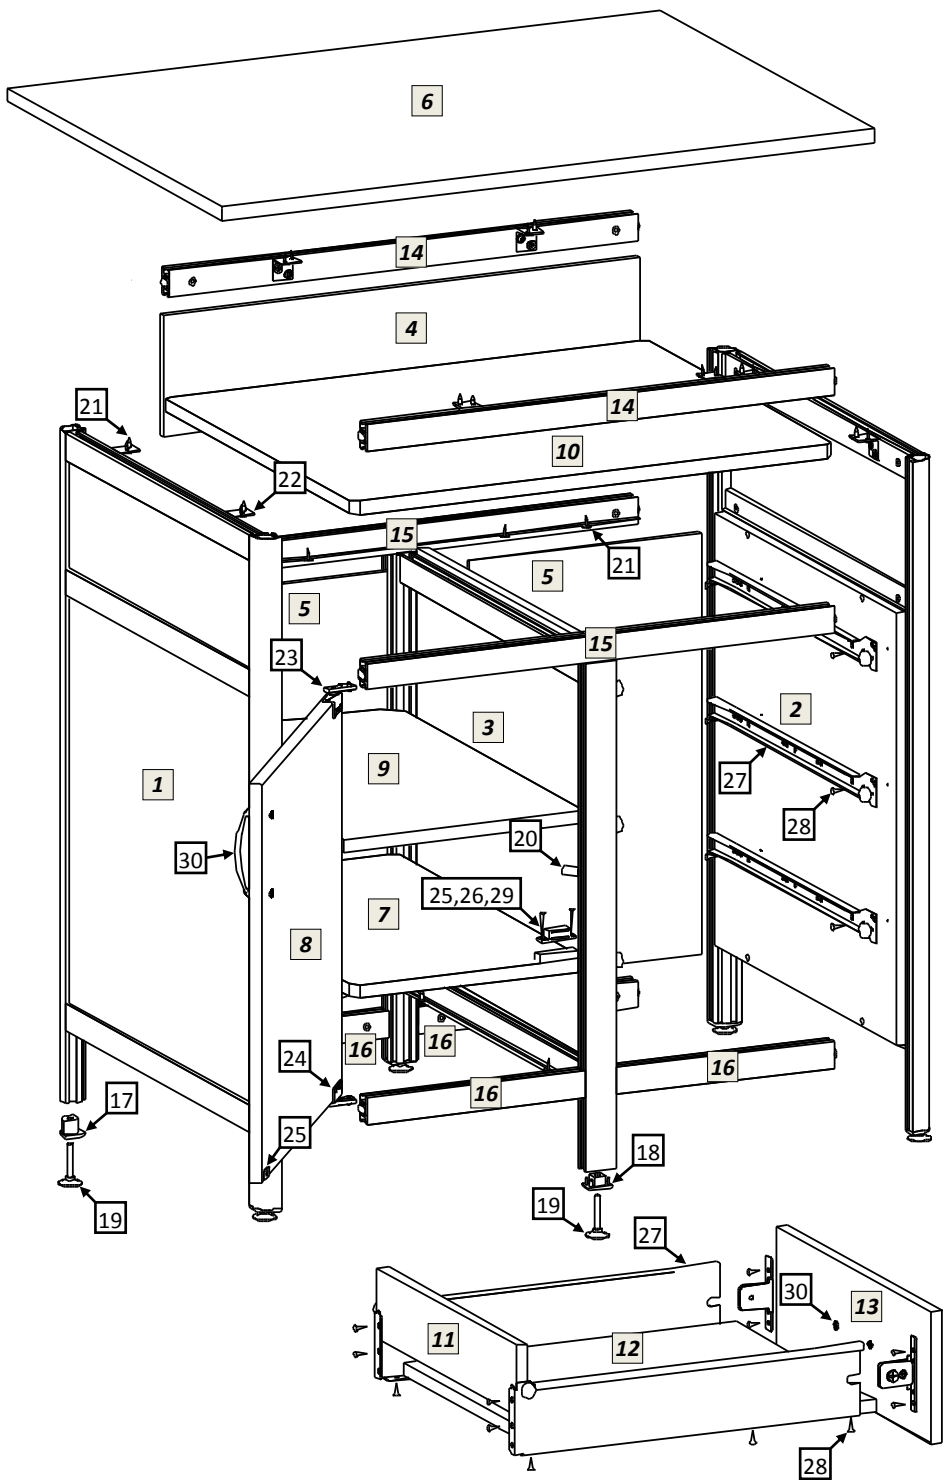

рис.1
- 5.1 Распаковав изделие, внимательно ознакомьтесь со схемой сборки, изображённой на рис.1. Согласно позициям на схеме и комплектовочной ведомости определите расположение деталей в изделии и порядок их сборки. Сборка производится на ровном полу, укрытом материалом, предотвращающим повреждение покрытия пола и деталей мебели. Подготовьте необходимые для сборки инструменты – плоскую и крестовую отвёртки, молоток, рулетку или линейку, гаечный ключ 12мм для регулировки опор, шуруповёрт.
- 5.6 Сборка выдвижных ящиков. Схема сборки ящиков показана на рис.1. Шурупами 4x16 соедините заднюю стенку, днище ящика и его фасад с металлическими боковинами направляющего механизма. На фасад ящика установите ручку. Установите в стол-тумбу собранные ящики. При необходимости отрегулируйте зазоры винтами крепёжного фасадного элемента метабоксов.